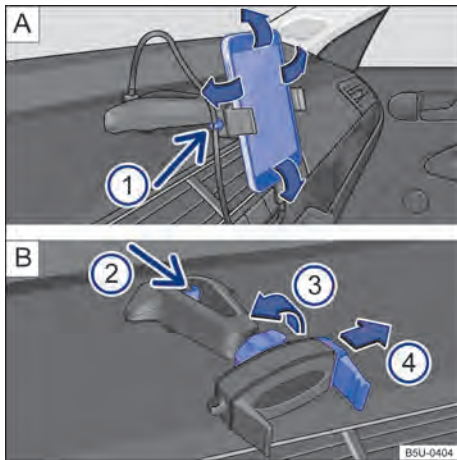

Fig. 148 En la consola central: soporte para smartphone y ajustes.
- Sujetar el soporte con una mano y presionar la tecla de desbloqueo → fig. 148 [B] ② (flecha).
- Con la varilla → fig. 148 [B] ④ mover en la dirección de la flecha, e instalar el smartphone en el alojamiento.
- Con la otra mano mover la varilla → fig. 148 [B] ④ hasta que se pueda retirar el aparato del alojamiento.
- Colocar el cable USB en la entrada cargador USB del soporte existente en el panel de instrumentos → fig. 148 [A].
- Sujetar el cable en el soporte → fig. 148 [A] ①.
- Para liberar el movimiento del soporte, girar la traba → fig. 148 [B] ③ en la dirección opuesta de la flecha.
- Para fijar la posición, girar la traba en el sentido de la flecha ③ → fig. 148 [B] hasta la fijación completa del soporte.
i El soporte para smartphone tiene una garantía de 3 años, con excepción de la varilla deslizante (garra) → fig. 148 **B** **④** que tiene garantía de 1 año.